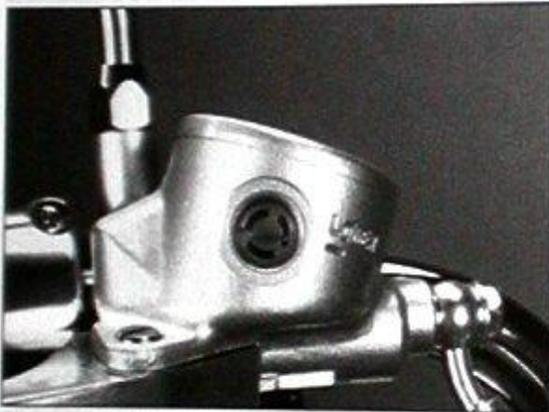

Bild 53
- Deckel des Bremsflüssigkeitsbehälters samt Membran entfernen und passenden, durchsichtigen Schlauch, der in Auffanggefäß endet, über Entlüftungsventil am Bremssattel stülpen (Bild 53).